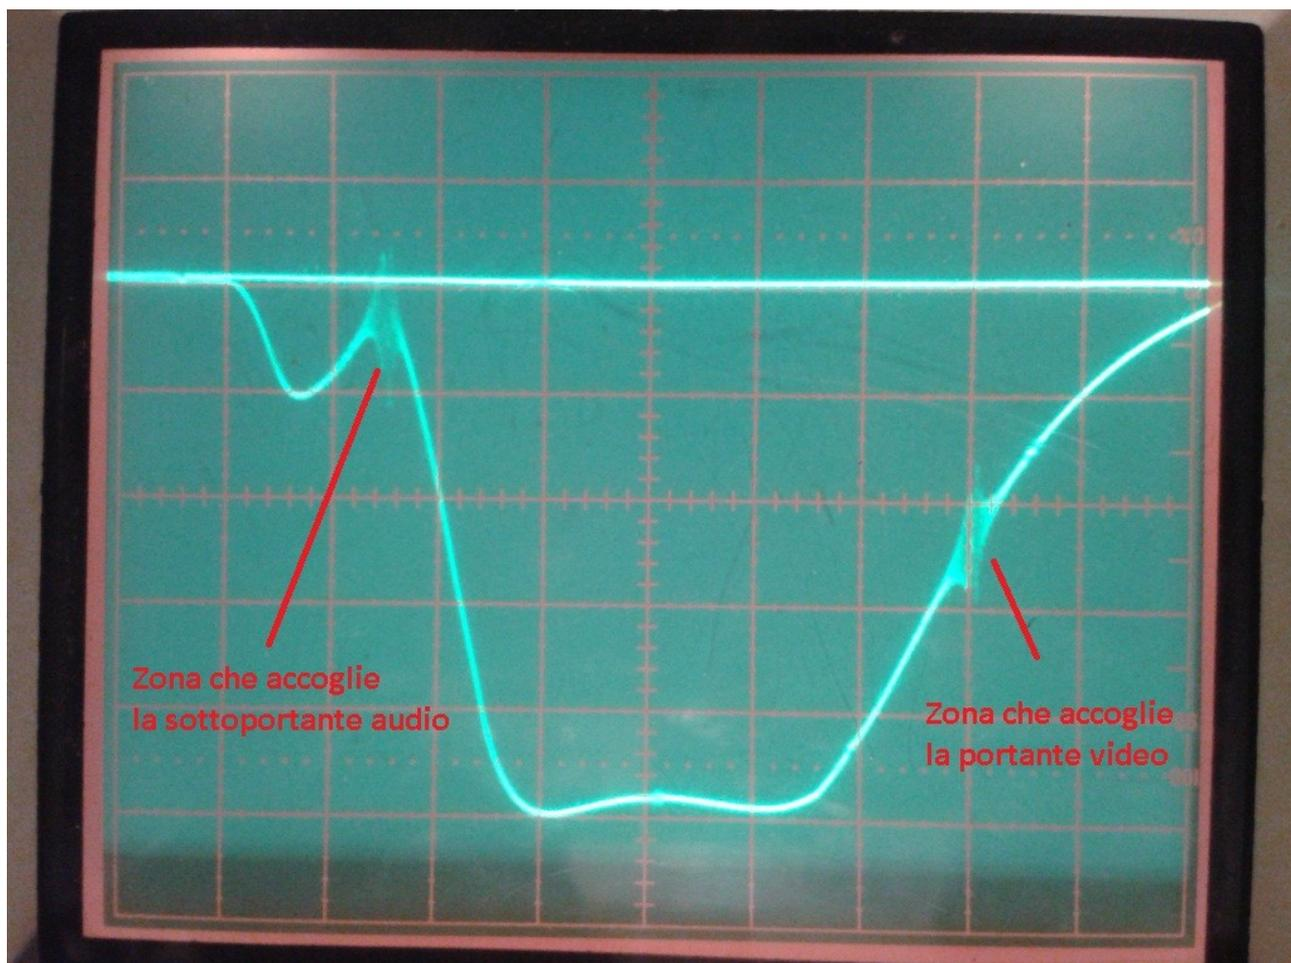

figura 3: curva IF al rivelatore, regioni principali
Nella figura 3 le frequenze sono disposte lungo l'asse orizzontale (X) dell'oscilloscopio, e le ampiezze (in scala lineare) sono disposte lungo l'asse verticale (Y).